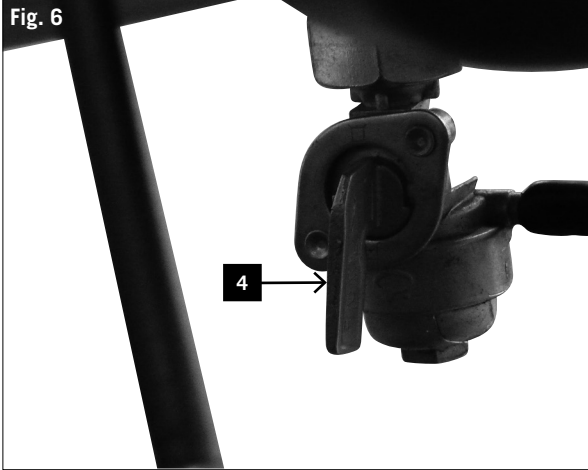

Fig. 6.1
- 2 Kraftstoffhahn (21) am Motor (Abb. 6.1) zum Öffnen nach rechts auf „ON“ stellen.
- 1 Kraftstoffhahn (4) am Kraftstofftank (unten) zum Öffnen nach unten stellen.
- 3 Chokehebel (8) nach rechts auf „Offen“ stellen.
- 4 Gashebel (11) auf Leerlauf stellen.
- 5 Zündschalter (9) auf „ON / EIN“ stellen.
- 6 Starterzug (10) leicht ziehen, bis ein Widerstand zu spüren ist und wieder einrollen lassen.
- 7 Starterseil (10) kräftig, aber nicht ruckartig herausziehen. Motor startet.
- 8 Gashebel (11) zum Betrieb langsam und behutsam nach links schieben - die Maschine beginnt zu arbeiten.
- 1 Otworzyć zawór paliwowy (4) w lewo (il. 6)
- 2 Otworzyć zawór paliwowy (21) na silniku (rys. 6.1), przekręcając go w prawo do ustawienia „ON”.
- 3 Dźwignię zasysacza (8) ustawić w pozycji „ZAMKNIĘTY”. (il. 6.2)
- 4 Dźwignię gazu (11) przesunąć lekko w lewo. (il. 7)
- 5 Włącznik zapłonu (9) ustawić w pozycji „ON / EIN” (il. 8).
- 6 Lekko pociągnąć rozrusznik linkowy (10), aż będzie wyczuwalny opór, a następnie pozwolić na ponowne nawinięcie. (il. 9)
- 7 Energicznie, unikając szarpania pociągnąć rozrusznik linkowy (10). Następuje rozruch silnika.
- 8 Ustawić dźwignię regulacji gazu (11) w pozycji biegu jałowego.
- 9 Otworzyć zasysacz (8) podczas rozgrzewania silnika.
- 10 Powoli i ostrożnie przesuwając w lewo dźwignię regulacji gazu (11) – maszyna zaczyna pracować.
- 1 Otworzyć zawór paliwowy (4) w lewo.
- 3 Dźwignię zasysacza (8) ustawić w prawo w pozycji „OTWARTY”.
- 4 Ustawić dźwignię regulacji gazu (11) w pozycji biegu jałowego.
- 5 Włącznik zapłonu (9) ustawić w pozycji „ON / EIN”.
- 6 Lekko pociągnąć rozrusznik linkowy (10), aż będzie wyczuwalny opór, a następnie pozwolić na ponowne nawinięcie.
- 8 Powoli i ostrożnie przesuwając w lewo dźwignię regulacji gazu (11) – maszyna zaczyna pracować.
- 2 Turn the fuel valve (21) on the motor (Fig. 6.1) to the right, to the “ON” position, to open it.
- 1 Set the fuel cock (4) to the left.
- 3 Set the choke lever (8) to the right to “Open”.
- 4 Set the gas lever (11) to idle.
- 5 Set the starter switch (9) to “ON/EIN”.
- 6 Lightly pull the choke (10) until you encounter resistance and let it roll back in.